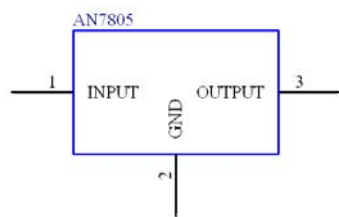

图 15-36 修改后的 AN7805 元件
Step2 编辑 AN7805 元件和变压器元件。在“SCH Library (SCH 库)”面板中,单击“Add (添加)”按钮,添加新的元件,将其命名为 AN7805,修改后的 AN7805 元件如图 15-36 所示。